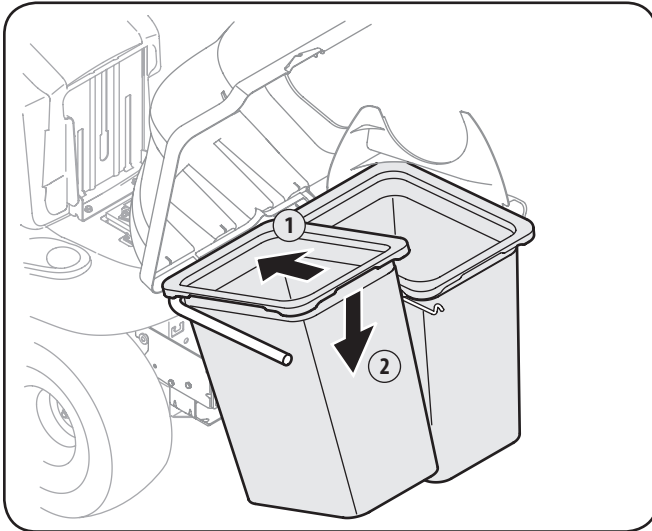

Figura 4-17
7. Instale ambas unidades de bolsas recolectoras de césped con los lados de engrane apretados hacia adelante, a las ménsulas de soporte de bolsas insertando el borde delantero primero, como se muestra en la Figura 4-17, y manteniendo el borde trasero hacia abajo hasta que encaje en la unidad.